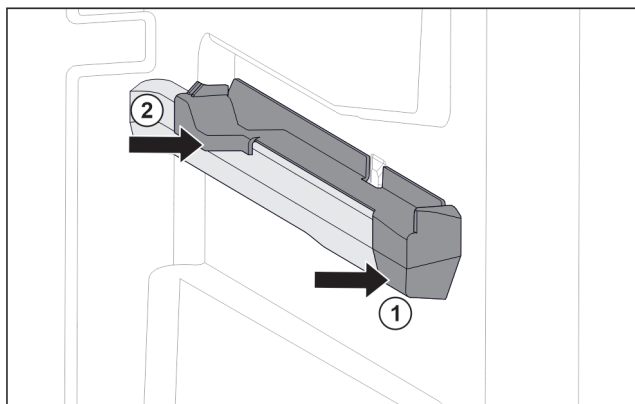

Fig. 75 Nasazovací díl na pravém žebrování na nádoby
- ▶ Nasad'te nasazovací díl na žebrování na nádoby. Fig. 75 (1)
- ▶ Přitlačte nasazovací díl k zadní části. Fig. 75 (2)